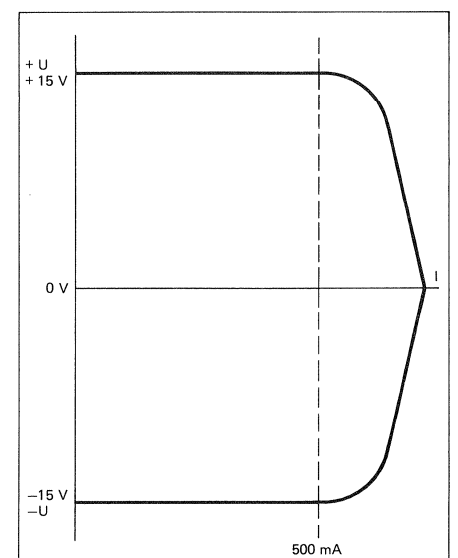

Fig. 7.3.6
Wenn der negative Ausgang gegen Masse kurzgeschlossen ist, wird die Brücke verstimmt, Q202 wird leitend und reduziert die Referenzspannung an IC 201 (3) gegen null (Fig. 7.3.6).
If the negative output is shorted to ground, the bridge is unbalanced, Q202 conducts and reduces the reference voltage of IC 201 (3) to near zero (fig. 7.3.6).